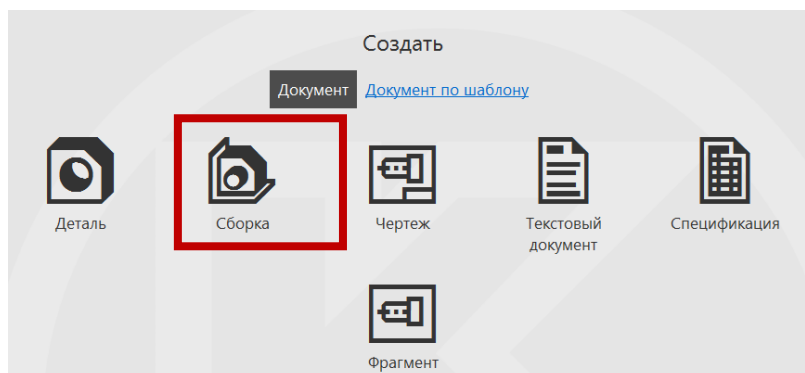

Рис. 4 Создать файл сборки
1. Создать файл сборки (рис. 4).